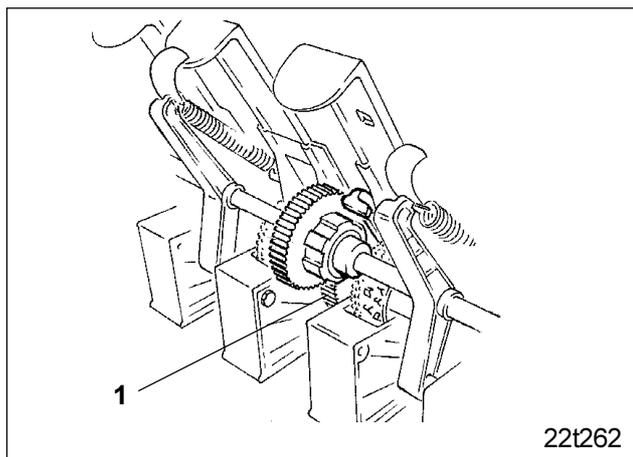

Fig. 1.12
- ist vor dem Einbau der Bohnensäwelle das mitgelieferte Zahnrad (Fig. 1.12/1) auf der Bohnensäwelle zu montieren